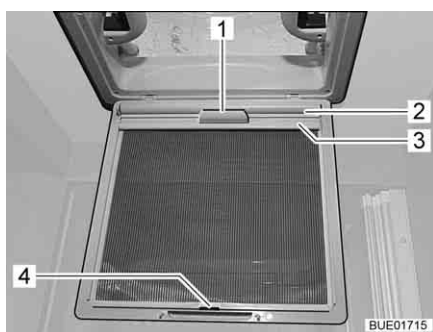

Fig. 95 Oscurante a rullo (oblò)
- Tirare l'oscurante a rullo (Fig. 95,2) utilizzando la maniglia (Fig. 95,1) e agganciare il listello di supporto (Fig. 95,3) ai ganci (Fig. 95,4) sulla protezione contro gli insetti.
- Staccare il listello di supporto (Fig. 95,3) dai ganci (Fig. 95,4) e ricondurre lentamente l'oscurante a rullo (Fig. 95,2) utilizzando la maniglia (Fig. 95,1).